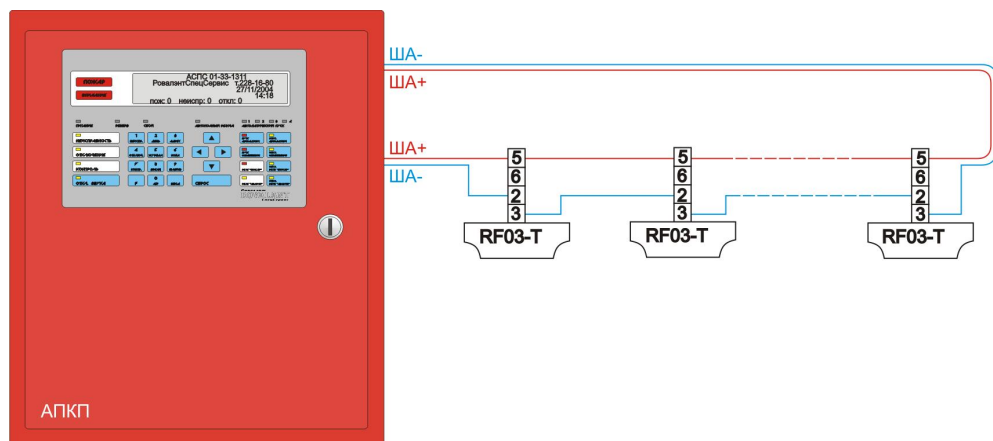

Рисунок 1. Схема подключения извещателей.
4.1 Схема подключения извещателей показана на рис. 1.
4.2 Розетку вместе с основанием упаковки закрепить двумя винтами в месте установки извещателя и подключить к шлейфу согласно схеме подключения на рис. 1, пропустив входящие и выходящие провода через основание упаковки внутрь свободной области в центре розетки. Извещатель подключить с помощью розетки согласно нумерации на розетке и извещателе. Назначение контактов извещателя приведено в табл. 2.